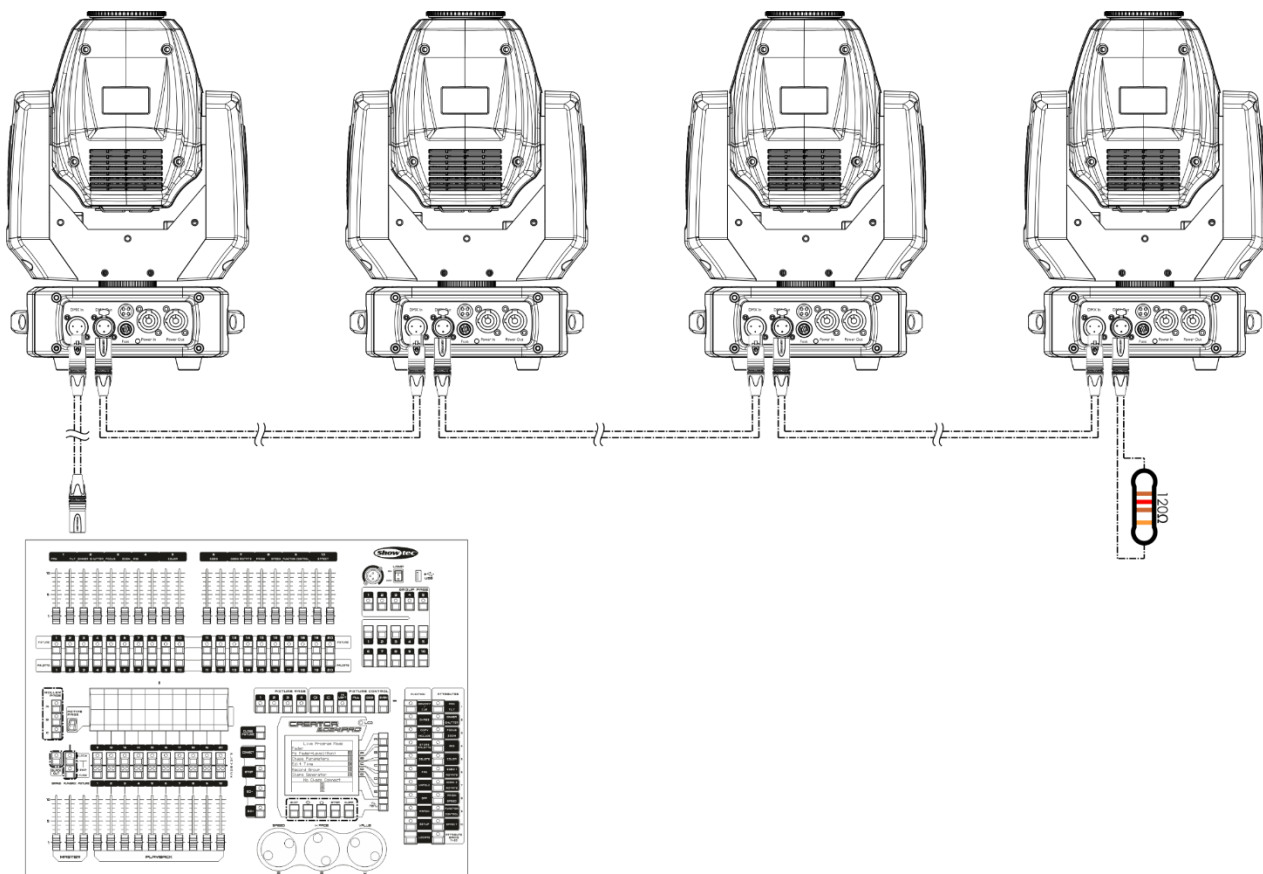

Fig. 04
- 04) Collegare le unità come indicato nella Fig. 04. Collegare la presa DMX "out" della prima unità alla presa DMX "in" della seconda unità, servendosi di un cavo di segnale DMX. Ripetere questo processo fino a collegare la seconda, la terza e la quarta unità.